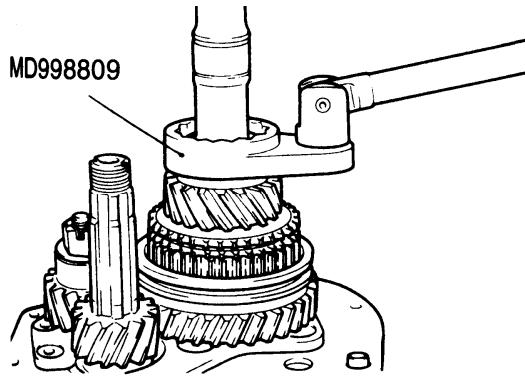

图 3-45 拆卸主轴锁紧螺母
(8) 拆卸主轴锁紧螺母时, 如图 3-45 所示, 用专用工具拆卸主轴锁紧螺母。